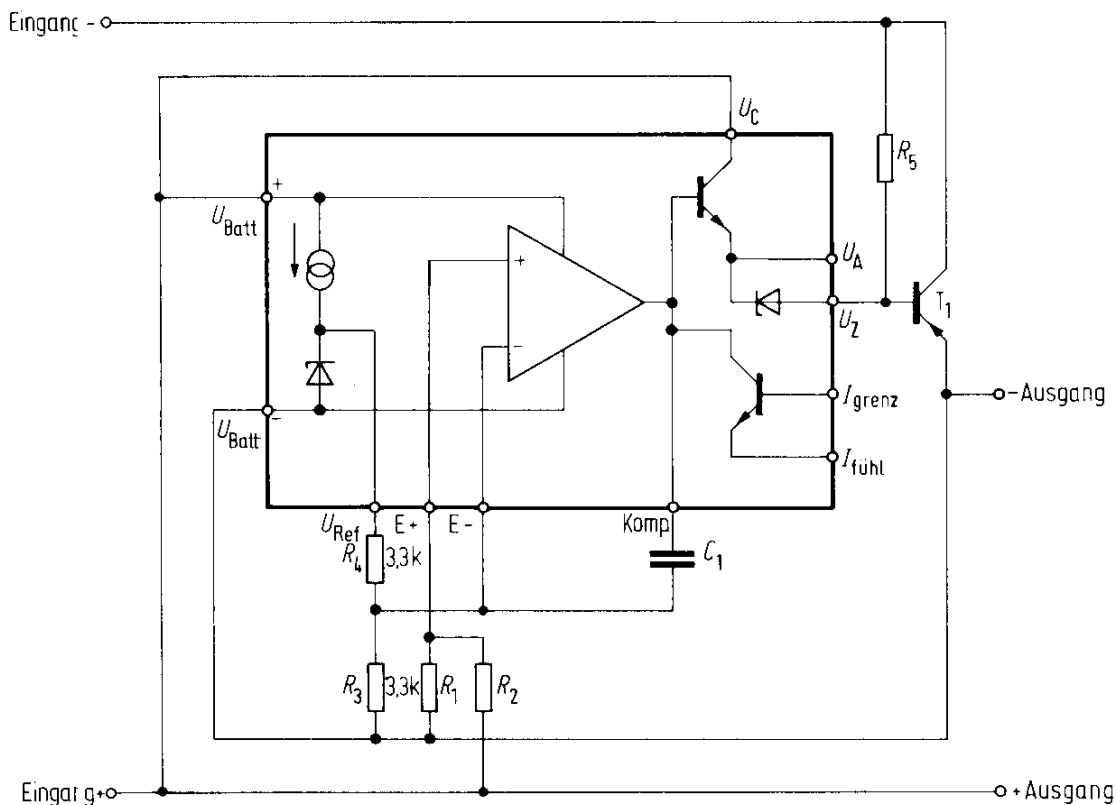
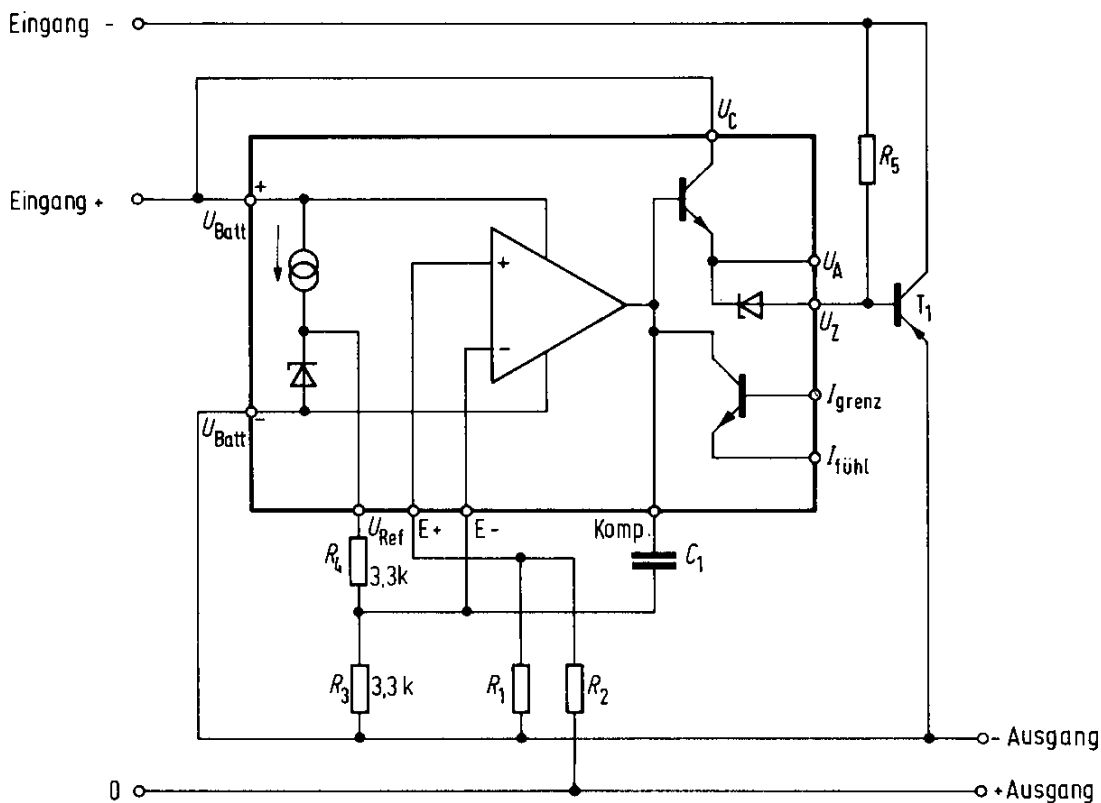

Bild 37a Mittlerer und hoher Ausgangsstrom
Bild 37c Mittlerer und hoher Ausgangsstrom
Die Schaltung Bild 37a regelt jede negative Spannung zwischen $-9,5\text{ V}$ und -40 V . Da der TDB 0723 zwischen Masse und geregelterm Ausgang betrieben wird, bestimmen der Spannungsdurchbruch und die Verlustleistung des pnp-Längstransistors T_1 die maximale ungeregelte Eingangsspannung. Der Basis-Strom für T_1 wird durch den Widerstand R_3 so geliefert, daß das Mindest-Eingangs-/Ausgangs-Spannungsdifferential sowohl von dem für T_1 erforderlichen Basis-Strom als auch vom Wert des R_5 gesteuert wird.
Ausgangsspannungen im Bereich von -2 V bis $-9,5\text{ V}$ reichen allein nicht aus, den TDE 0723 nach Bild 37a vorzuspannen. Diese Bedingung wird in Bild 37c erfüllt durch eine externe, geregelte oder ungeregelte positive Spannung, die an den positiven Eingang und an den U_C -Anschluß gelegt wird. Die Höchstgrenze von 40 V zwischen positivem und negativem Eingang muß eingehalten werden. Die Maximalwerte des negativen Eingangs (2) und das Eingangs-/Ausgangs-Spannungsdifferential sind nach Bild 37a festzulegen. Ist kein U_Z -Anschluß verfügbar, so kann in allen 3 Fällen (Bild 37a bis c) die Ausgangsklemme mit einer Serien-Zener-Diode von $6,2\text{ V}$ verbunden werden.